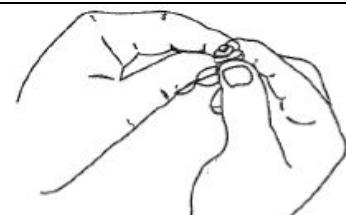

Рис. 27
5. Сожмите фильтр для распределения и удаления избыточного количества масла (Рис. 27).